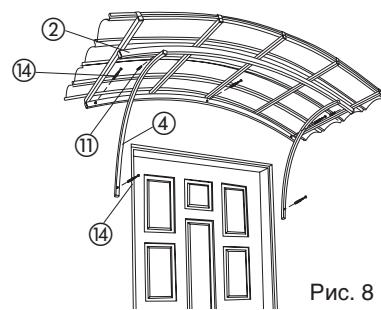

Рис. 8
- Смонтированный заранее козырёк монтируем к стене при помощи дюбелей ⑭; дюбеля ⑭ предназначены для монтажа козырька к бетонной, кирпичной, силикатной стене, газобетона: в случае других видов стен (напр. утеплённых пенопластом) следует применять анкер.
- После того как мы прикрутили козырёк, остаётся замонтировать кронштейны ④, которые стабилизируют всю конструкцию козырька. Кронштейн ④ прикручиваем при помощи винта ⑪ к дуге ⑪ так как на (Рис.8).
- Остаётся прикрутить только кронштейны к стене при помощи дюбелей ⑭.